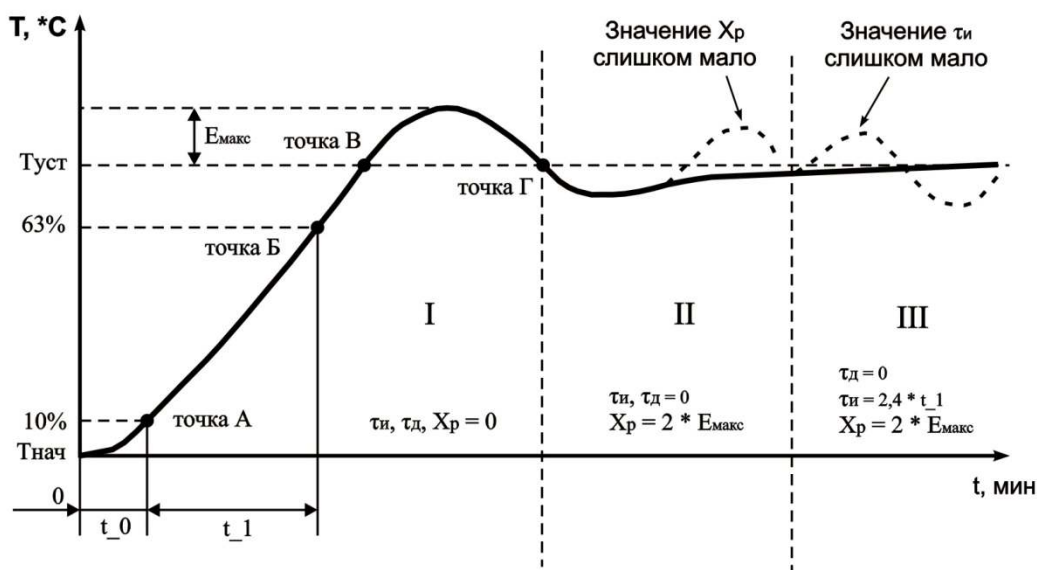

Рисунок 7.1 - Ручная настройка ПИД-регулятора
7.2.5.2.3 Установить значение параметра $C.H.1 = 3$ ($C.H.2, C.H.3, C.H.4$). После нажатия кнопки на индикаторе отобразится мигающая надпись “ $P\bar{C}d$ ” с соответствующим индикатором номера настраиваемого канала в течении времени 10 сек (время может меняться в зависимости от установленного времени фильтра $F.E.1, F.E.2, F.E.3, F.E.4$). По окончании времени регулятор выдаст непрерывный максимальный выходной сигнал и на дисплее отобразится текущая температура с точкой в младшем разряде “xxx.”. В результате чего выходное реле нагрузки будет включено до тех пор, пока не будет достигнута величина температуры равная S^P ($T_{уст}$). После выключения реле нагрузки (стадия I, точка B на рисунке 7.1) некоторое время температура по инерции будет продолжать увеличиваться. Как только контролируемая температура опустится ниже S^P ($T_{уст}$), процесс автонастройки заканчивается (точка Г рисунок 7.1), на дисплее отображается непрерывная надпись “ $P\bar{C}d$ ”. TP-101 вычисляет коэффициенты ПИД регулятора: полосу пропорциональности X_p , постоянную времени интегрирования T_i , постоянную времени дифференцирования T_d . После окончания автонастройки необходимо нажатием кнопки перевести прибор в режим программирования, в котором можно посмотреть и скорректировать полученные значения коэффициентов.
7.2.6.3.6 Измерить максимальное значение перерегулирования между точками В и Г (E_{\max} , рисунок 7.1).